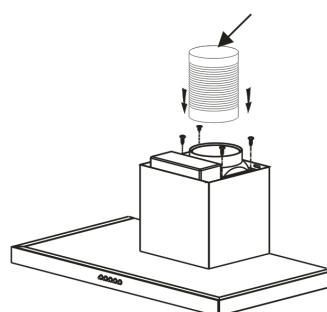

fig. 5
- Enrosque la funda extensible (no incluida) para evacuación sobre la salida del motor sin obstaculizar los movimientos de la válvula de retención.(fig. 5)
- Conecte la funda a la salida del aire hacia el exterior (fig. 5).
- Conecte la funda extensible al deflector (fig. 5)